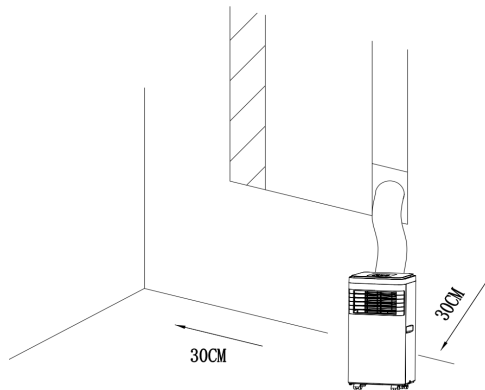

Fig.6
- Se instalará un acondicionador de aire de remoción en el lugar plano y vacío alrededor. No bloquee la salida de aire, y la distancia requerida debe ser de al menos 30 cm. (Ver Fig. 6)